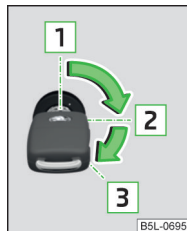

Fig. 89
» fig. 89
- Girar la llave a la posición **1** » fig. 89 de la pág. 78.